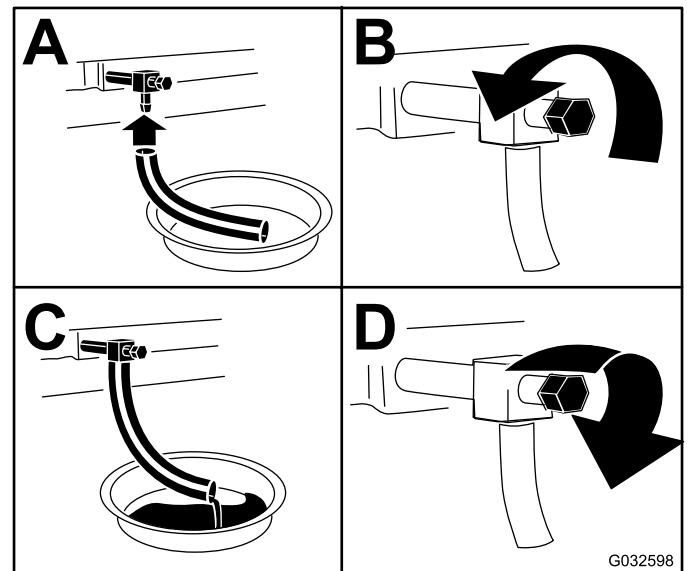

Рисунок 42
4. Замените масло в двигателе, как показано на Рисунок 42.